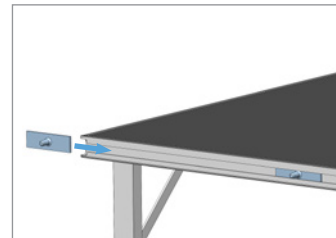

Bild Nr. 1
1. Gewindeschlitten (M10 x 50) in die Montagenuut des Alurahmens einschieben (Bild Nr. 1).